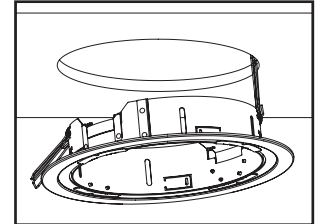

Figure 28.
2. Maintenez les 2 ressorts de fixation à la verticale du même côté de l'assemblage d'anneaux Retrofit, puis insérez-les dans l'ouverture du plafond/boîtier (Figure 28).